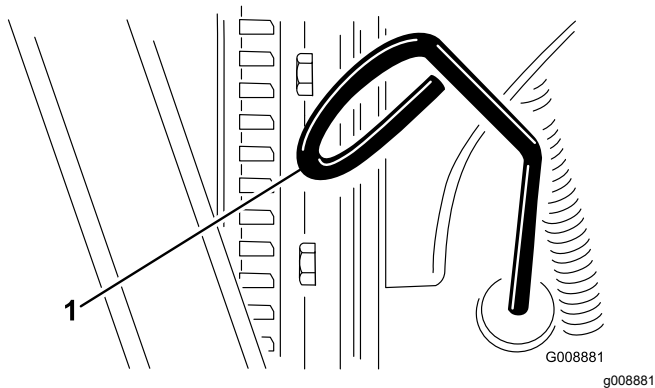

Рисунок 25
2. Выньте масломерный щуп (**Рисунок 25**) и протрите его чистой ветошью.